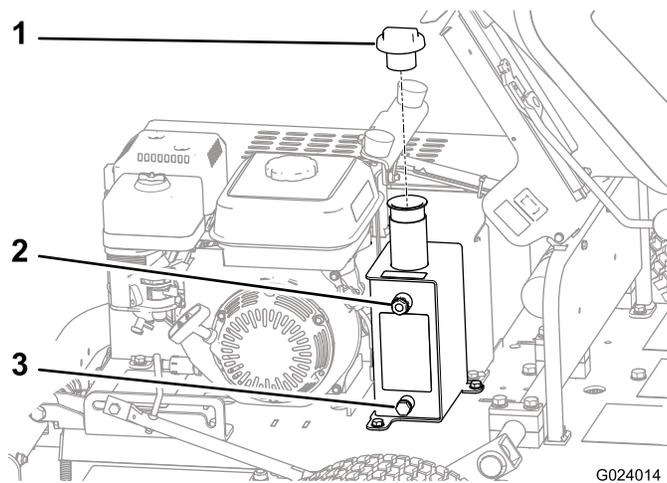

Figura 32
3. Localize a janela (Figura 32) na lateral do reservatório do fluido hidráulico.
4. Se o nível do fluido for baixo, retire a tampa do reservatório (Figura 32) e adicione fluido suficiente para o fazer subir até ao nível adequado na janela.
1. Coloque um recipiente adequado debaixo do tampão de escoamento do reservatório (Figura 32).
2. Retire o tampão de escoamento da parte lateral do reservatório (Figura 32).
8. Retire a tampa do reservatório de fluido (Figura 32).